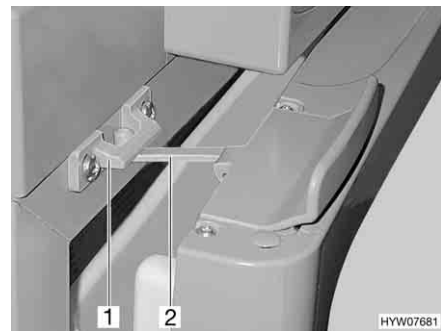

Fig. 178 Porta del frigorifero in posizione di ricircolo d'aria (Thetford)
- Aprire il bloccaggio (Fig. 178,2) e innestarlo nella sede di bloccaggio (Fig. 178,1). In questo modo la porta del frigorifero rimane ferma in posizione socchiusa.